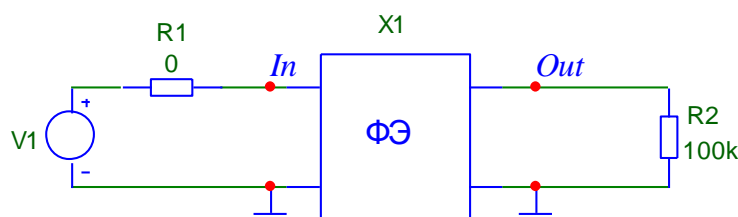
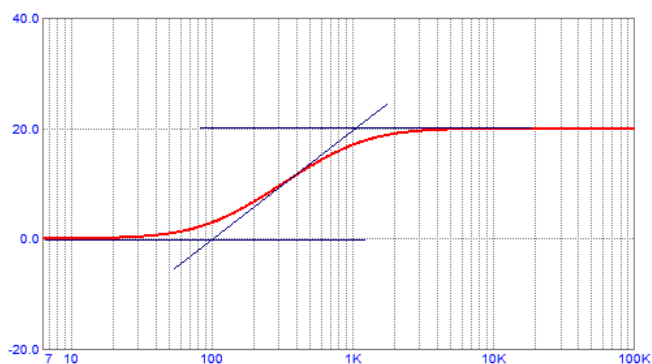

Рисунок 1.1 – Схема для расчета входного сопротивления
Рисунок 3.2 – ЛАЧХ интегро-дифференцирующего звена с дифференцирующими свойствами
1. Загрузить в программу схемотехнического моделирования *Micro-Cap* файл *01.cir* (рис. 1.1). Установить амплитуду входного синусоидального источника 10 мВ, частоту 1 кГц.
- 1.3. Определить частоты сопряжения и рассчитать постоянные времени ТТ1 и ТТ2 интегро-дифференцирующего звена (рис. 1.1), необходимые для получения характеристики рис. 3.2 (интегро-дифференцирующего звена с дифференцирующими свойствами). Обратить внимание, что по оси Х — круговая частота  $\omega$ .
- 1.4. Полученные в п.1.3 значения постоянных времени задать в качестве параметров звена схемы рис. Ошибка! Текст указанного стиля в документе отсутствует..1. Запустить анализ АС и получить АЧХ и ФЧХ интегро-дифференцирующего звена. Обратить внимание на формат задания переменных и масштабов по оси Х для получения зависимости  $K(\omega)$ . Убедиться в совпадении полученной характеристики с заданной (т.е. с характеристикой рис. 3.2). Указать в поле схемы и графика номер группы и вариант. Схему и графики занести в отчет.